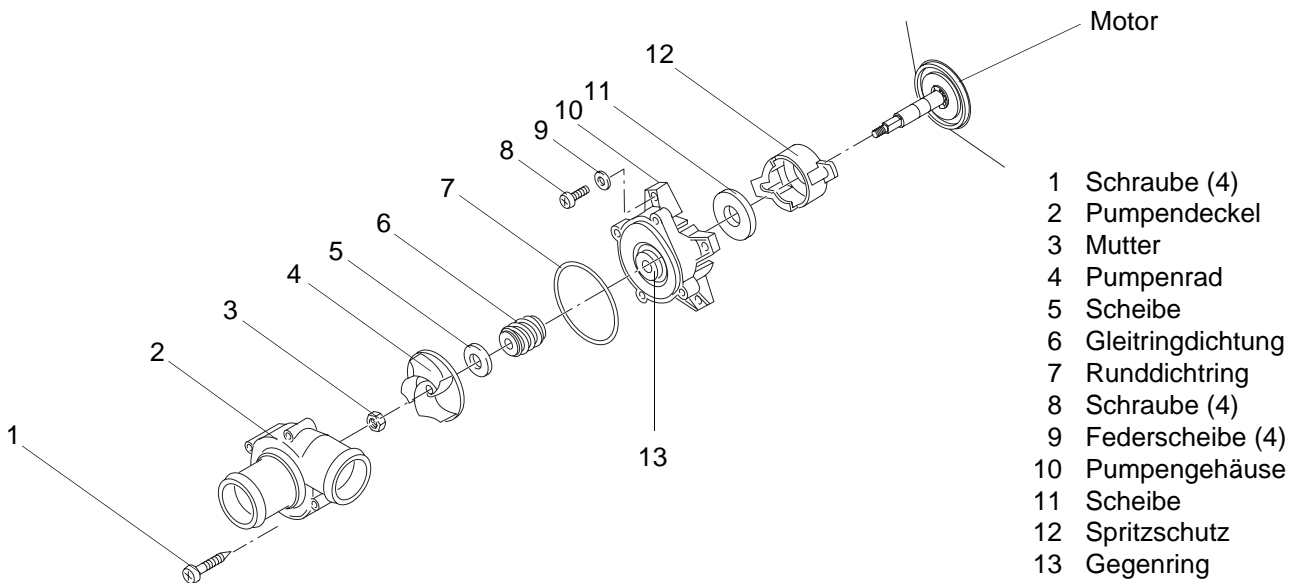

Abb. 2 Zerlegung
1. Schrauben (1, Abb. 2) am Pumpendeckel (2) entfernen.
2. Pumpendeckel (2) abnehmen, auf Beschädigungen untersuchen und ggf. aussondern (Einzel-Ersatzteil).
3. Mutter (3) unter Gegenhalten am Pumpenrad (4) von der Motorwelle entfernen und aussondern.